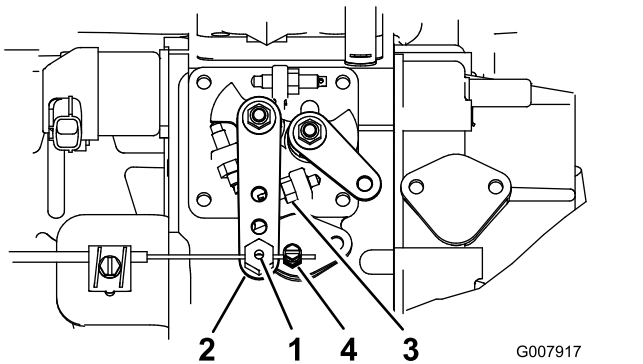

Bild 50
- Lockern Sie den Anschluss des Bowdenzugs neben dem Hebel der Einspritzpumpe (Bild 50).
- Halten Sie den Hebelarm der Einspritzpumpe gegen den Anschlag für den hohen Leerlauf (Bild 50).